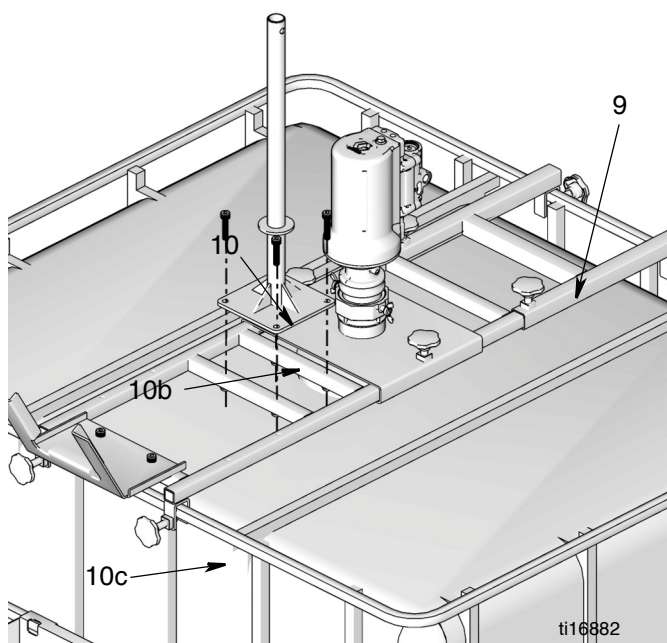

Рис. 15
- Поставьте скобу барабана (10) на верхнюю скобу (9). Зафиксируйте ее на месте четырьмя винтами (10b) и гайками (10с) (Рис. 15).
5. Подсоедините распределительное устройство (12) к концу шланга (Рис. 15). Надежно затяните фитинг.